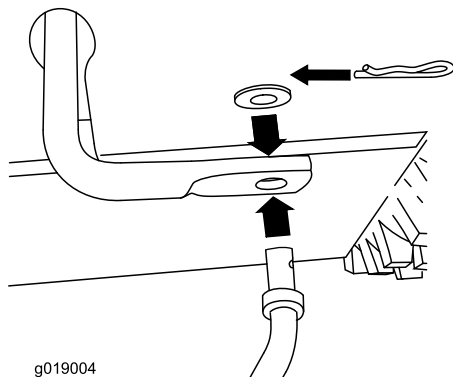

Figura4
1. Introduceți capătul inferior al tije în brațul inferior de cuplare astfel încât capătul îndoit al tije de control viteză să fie orientat spre spate (Figura4).
2. Fixați capătul inferior al tije de control viteză cu o șaibă plată și un știft în formă de agrafă (Figura4).